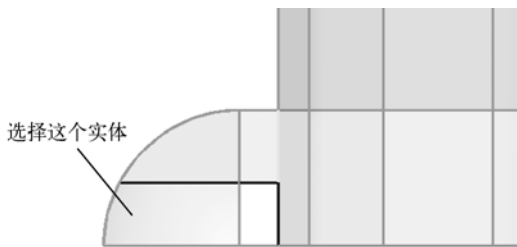

图 3-25 选择实体下半部分
- (4) 单击鼠标中键，分割实体。
- (5) 选择分割后实体的下半部分，如图 3-25 所示。